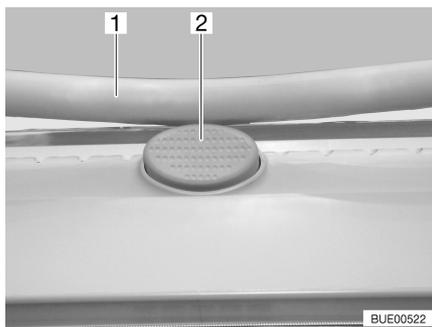

Fig. 23 Bouton de sûreté sur le lanterneau Heki
- Appuyer sur le bouton de sécurité (Fig. 23,2) et tirer l'étrier (Fig. 23,1) vers le bas avec les deux mains.
- Pousser l'étrier vers le haut avec les deux mains jusqu'à ce que ce dernier se trouve au-dessus du bouton de sûreté (Fig. 23,2).